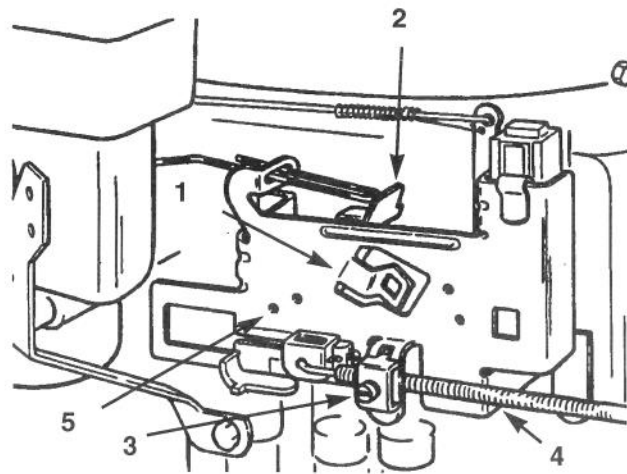

Figure 25
- B. Quand la commande est sur FAST, les trous de repérage du levier de commande du régulateur doivent se trouver dans l'alignement de la plaque du régulateur (Fig. 25). Si ce n'est pas le cas, se reporter au point 4 pour la procédure de réglage.